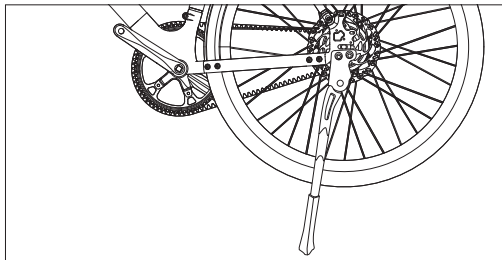

Abbildung 10-1
- Lösen Sie Schrauben und Unterlegscheiben und entfernen Sie diese dann aus der Ausfallende, wie in [Abbildung 10-1] gezeigt.